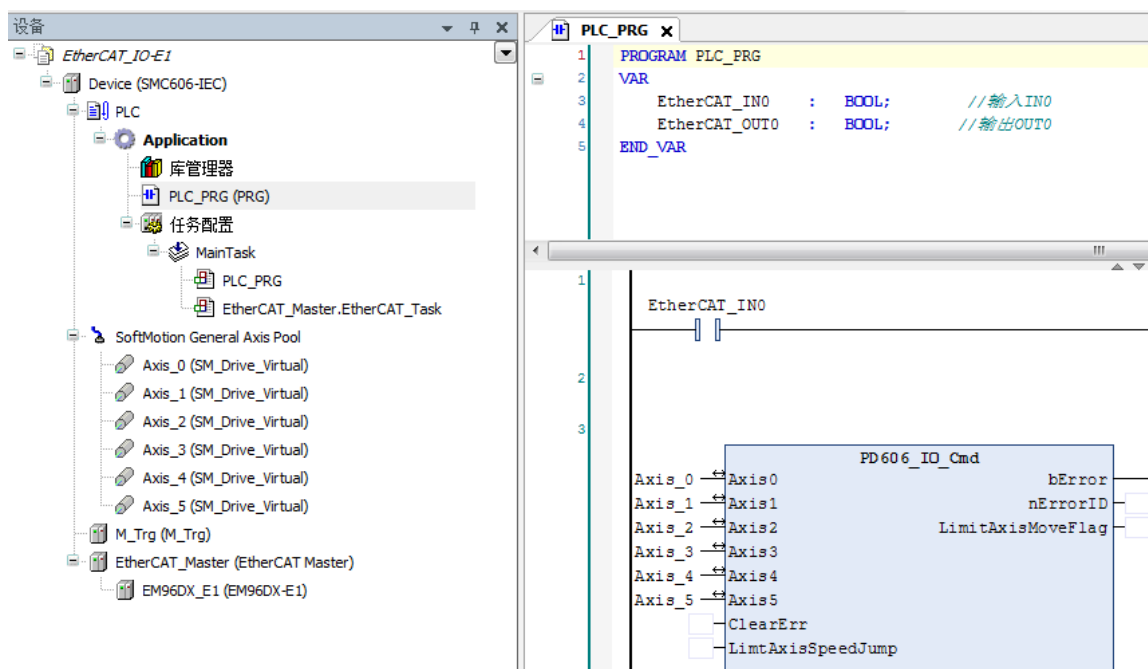

图 5.17 IO 操作代码界面
(4) 编辑程序如下:
- 编写 IO 操作代码，如下图 5.17 所示。